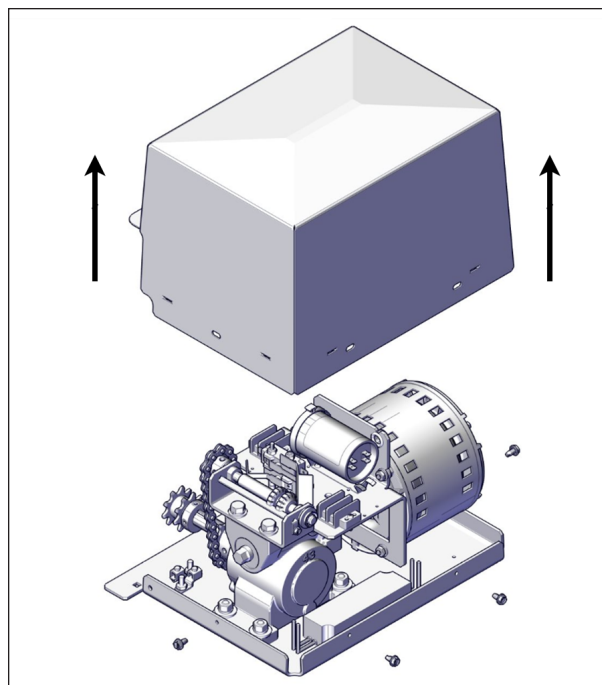

FIGURE 67: RETIRER LE COUVERCLE DE L'OPÉRATEUR
1. Démonter les 4 vis dans le bas du couvercle de l'opérateur et retirer le couvercle, voir Figure 67.
2. Démonter les quatre vis dans le bas du couvercle de l'opérateur et retirer le couvercle, voir Figure 67.